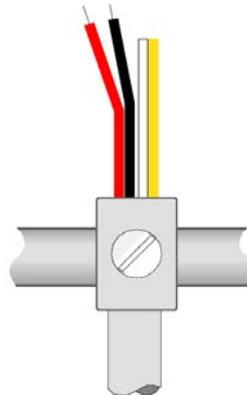
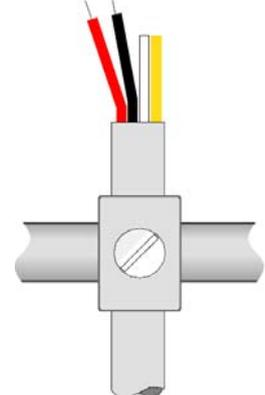

Рис. 59
Рис. 60
- 2* Экран кабеля не подключен (см. рис. 60)
Внешние линии essernet, подключающиеся к клеммному блоку (essernet IN и essernet OUT – рис. 63), должны подключаться таким образом, чтобы одна из них (например, essernet IN от предыдущего абонента) обеспечивалась активным экраном (рис. 59), а вторая при этом (например, essernet OUT на следующий абонент) не имела подключения экрана (рис. 60).